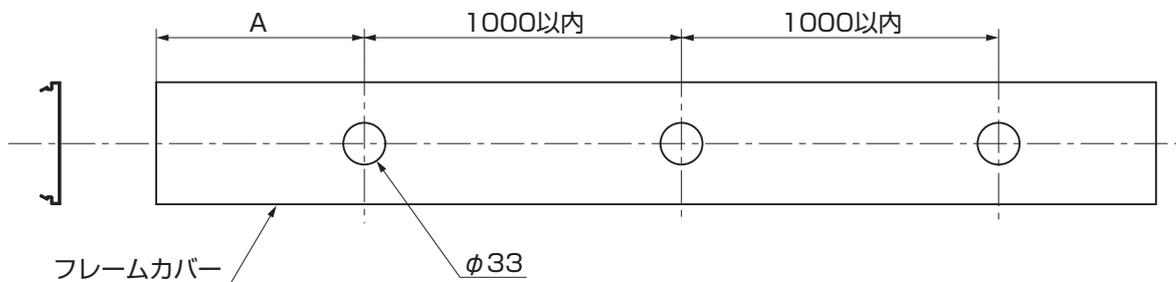

図2-1
- ①図2-1を参照してフレームカバーにLEDダウンライトを取付ける為の穴加工をしてください。